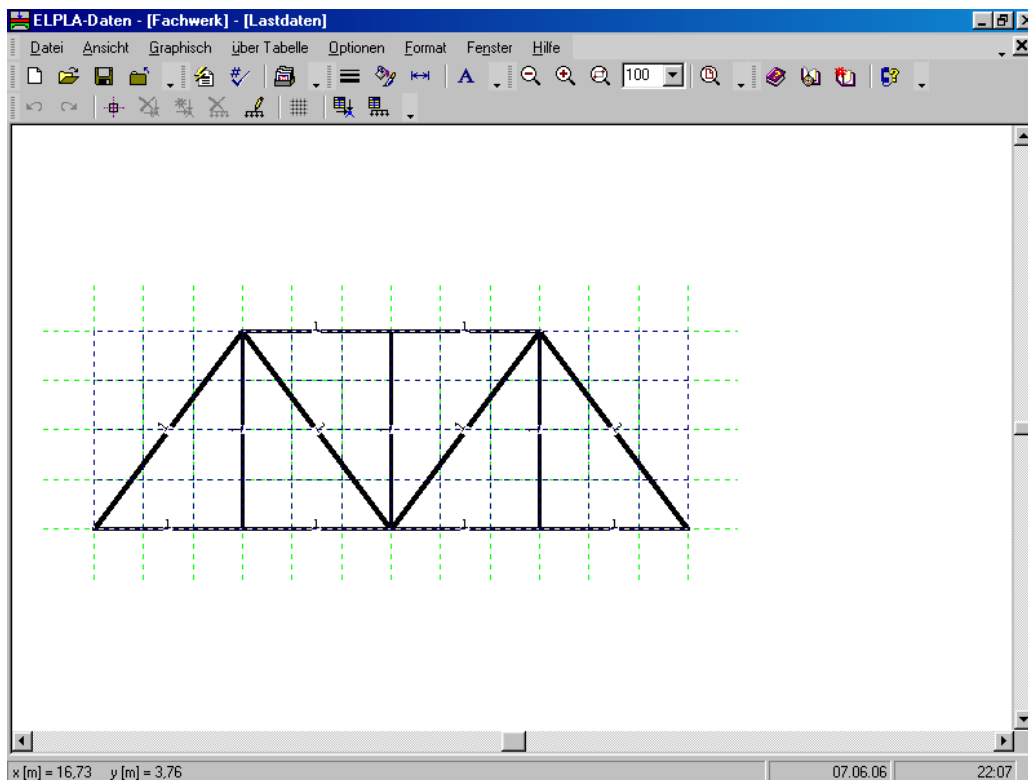
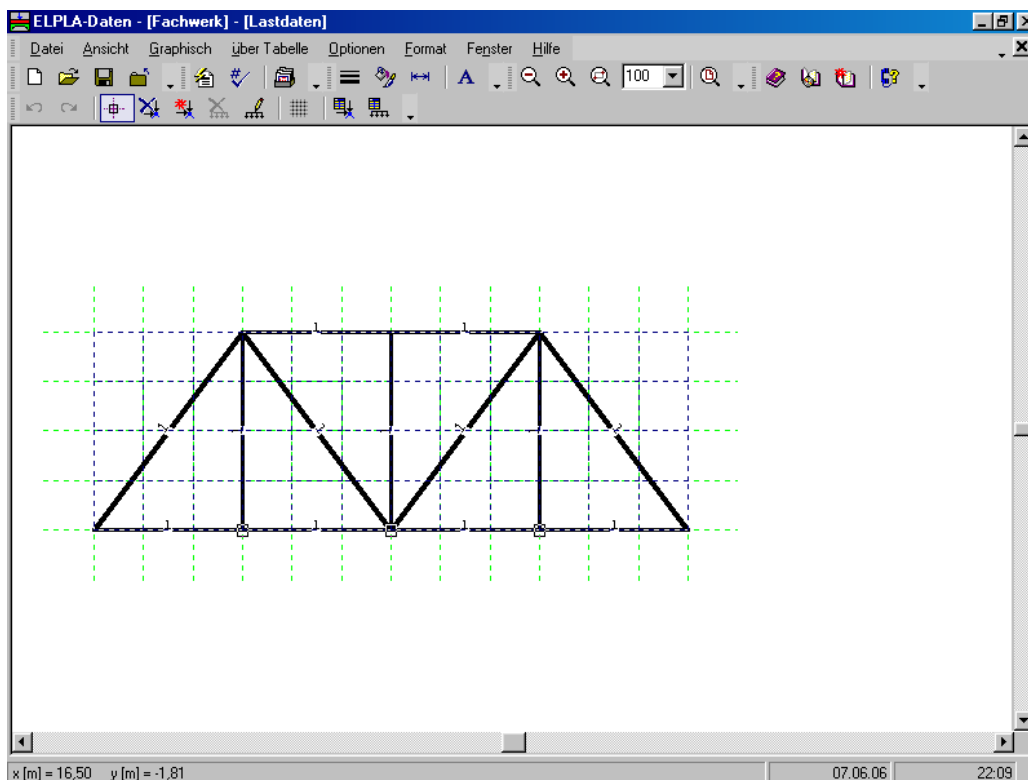

Bild 6-26 Eingebettetes Programm "Lastdaten"
Bild 6-27 Markierung der belasteten Knoten
- Wählen Sie den Befehl "Lastdaten" aus dem "Daten"-Menü des *ELPLA-Daten*-Fensters. Das folgende eingebettete Programm (Bild 6-26) mit den Stäben auf dem Netz erscheint
- Wählen Sie "Knoten markieren" aus dem Menü "Graphisch" (Bild 6-26), dabei wechselt der Cursor vom Pfeil zu einem Kreuz. Markieren Sie die belasteten Knoten (Bild 6-27)